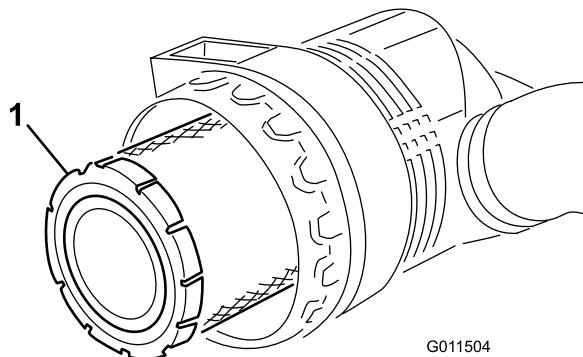
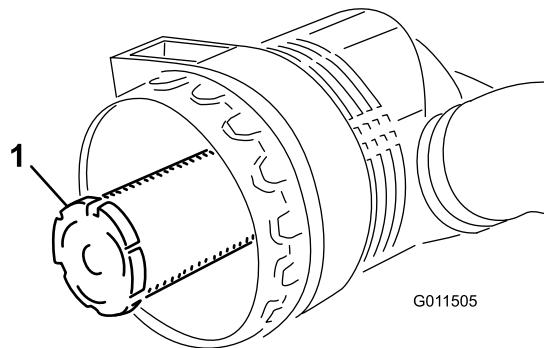

Figura 50
Figura 51
3. Retire el filtro primario (Figura 50). No se recomienda limpiar el elemento usado debido a la posibilidad de causar daños al medio filtrante. Asegúrese de que el filtro nuevo no ha sido dañado durante el transporte, comprobando el extremo sellante del filtro y la carcasa. No utilice el elemento si está dañado. **No** retire el filtro de seguridad (Figura 51).
**Importante:** No intente nunca limpiar el filtro de seguridad (Figura 51). Sustituya el filtro de seguridad por uno nuevo después de cada tres lavados del filtro primario.
4. Cambie el filtro primario (Figura 50).